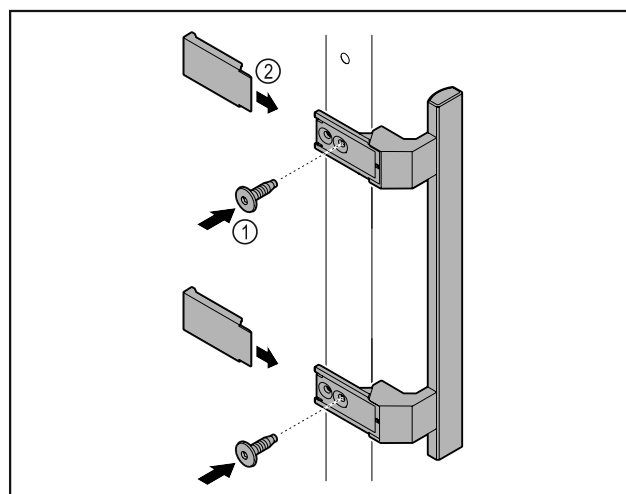

Fig. 7
- Монтирайте дръжката от пакета с принадлежности с приложените винтове Fig. 7 (1) на вратата.
- Нахлузете капака Fig. 7 (2).